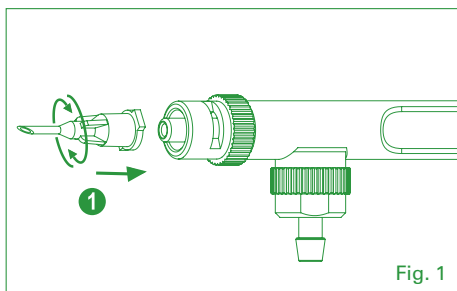

Fig. 1
#### Assemblaggio (Fig. 1, 2 e 3)
1. Collegare l'ago (Fig. 1).
#### Montaje (Fig. 1, 2 y 3)
1. Unir la aguja (Fig. 1).
#### Montagem (Fig. 1, 2 e 3)
1. Fixe a agulha (Fig. 1).